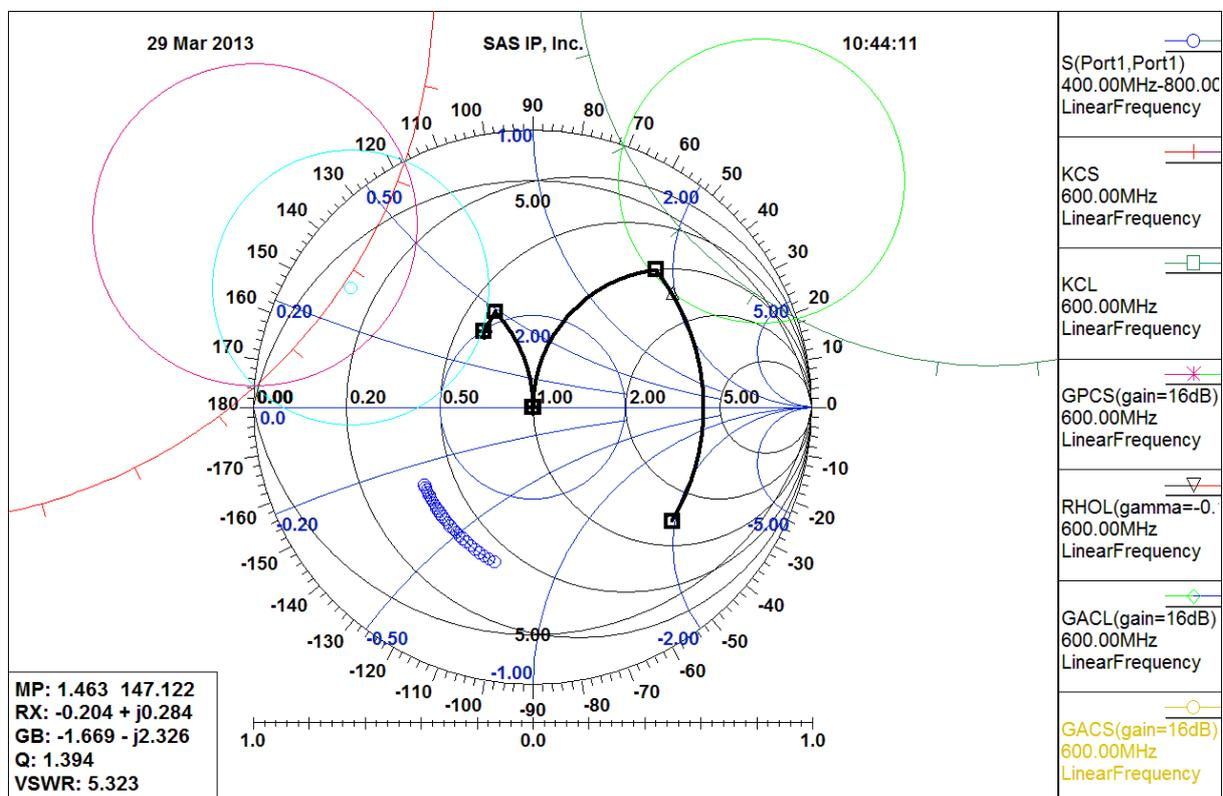

Figure 4.5 : Trajets dans l'abaque de Smith des réseaux d'adaptation d'entrée et de sortie
- Sélection d'une self inductance shunt: par 1 click (G) sur le bouton comportant le symbole d'une self inductance connectée à la masse.
- Sélection d'un condensateur série : par 1 click (G) sur le bouton comportant le symbole d'un condensateur non connecté à la masse.
- Avec la souris, régler le trajet correspondant dans l'abaque de Smith, jusqu'à atteindre le centre de l'abaque de Smith (50Ω). (voir figure 4.5)